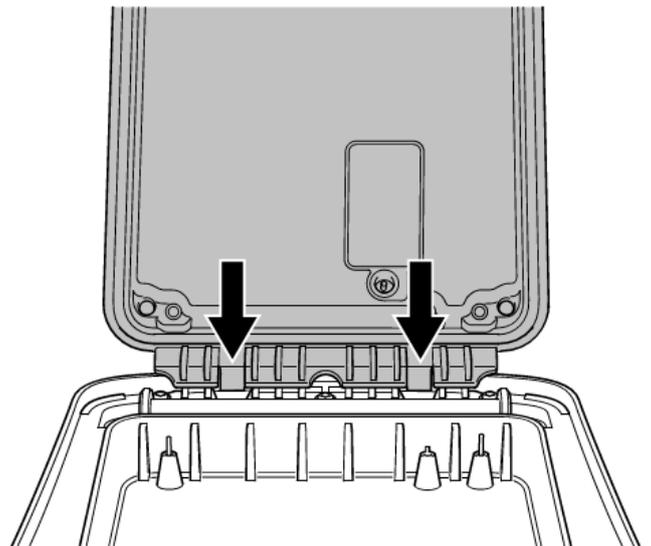

Figure 4.11 : Aligement du bloc batterie et mise en place par pression
- 4 Alignez les clips du bloc batterie dans les encoches correspondantes sur le corps du générateur, puis mettez-le en place (fig. 4.11)